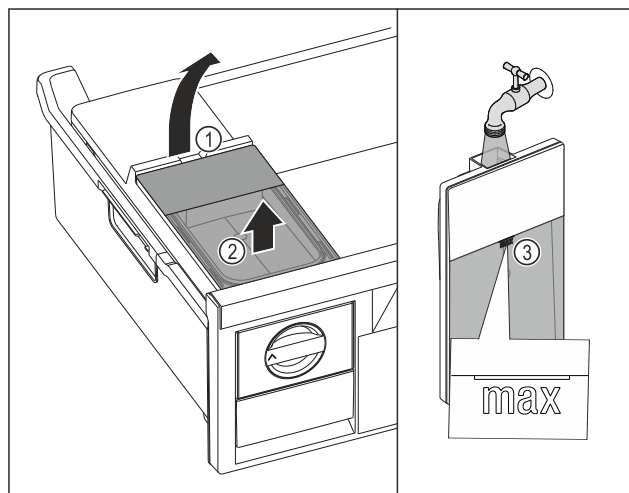

Fig. 114
- Wassertank an der Aussparung Fig. 114 (1) anheben.
- Wassertank nach oben entnehmen. Fig. 114 (2)
- Wassertank bis zur Markierung Fig. 114 (3) mit Trinkwasser befüllen.